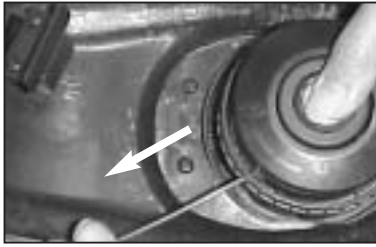

Fig. 3-6A
1. When starting the string-trimmer for the first time, check that the nylon wires touch or pass over the wire-cutting blade. If they are not long enough, press the button and, at the same time, pull the nylon wires (Fig. 3-6A) .
1. A la première utilisation du coupe herbe à fil, vérifier que les fils de Nylon touchent ou sont au-dessus de la lame coupe-fil; s'ils ne sont pas assez longs, appuyer sur le bouton et tirer les fils de Nylon simultanément. (Fig. 3-6A)